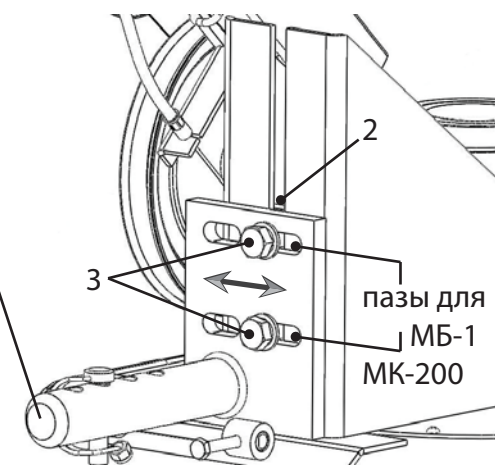

рис.13
- в нижнее положение для мотоблока МБ-1, МК-200 используя пазы, показанные на рис.13.